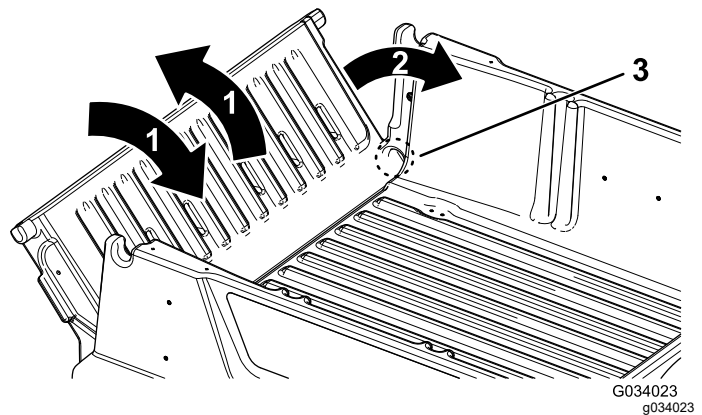

Figura 22
2. Gire el portón trasero a un ángulo de 45° aproximadamente (Figura 22).
3. Mueva el portón trasero varias veces hacia adelante y hacia atrás, con breves sacudidas (Figura 22).